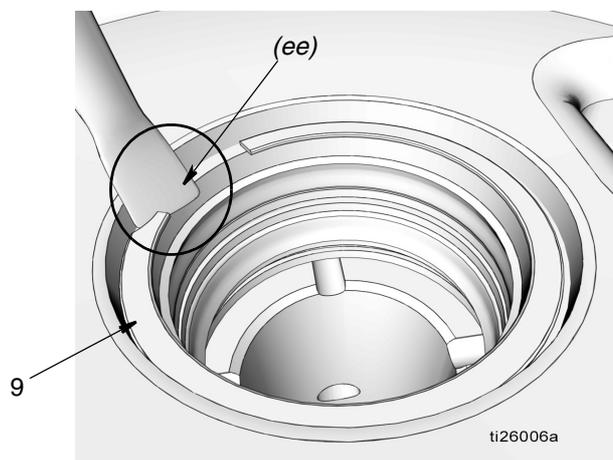

FIG. 28
- a. Glisser la lame d'un petit tournevis à tête plate sous l'extrémité effilée (*ee*) de l'anneau de retenue (9) et déposer l'anneau comme indiqué à la FIG. 28.
- b. Retirer l'entretoise conique (10), le joint (11) et l'entretoise (12).
- c. Glisser la lame d'un petit tournevis à tête plate sous l'extrémité effilée (*ee*) de l'anneau de retenue (51) pour déposer l'anneau comme indiqué à la FIG. 28.
- d. Retirer l'entretoise (12), le joint (11) et l'entretoise (12).